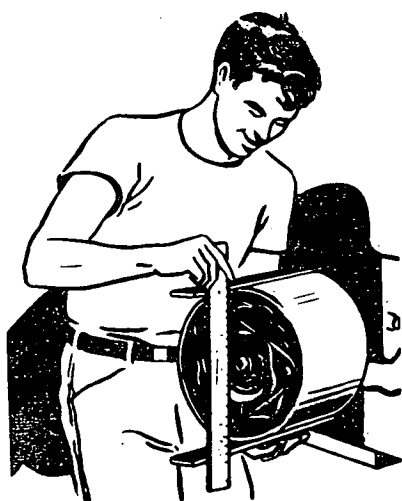

Fig. 3 - Maneira de medir uma polia para determinar seu diâmetro.
- o diâmetro das polias, que se determina medindo conforme se indica na fig. 3;